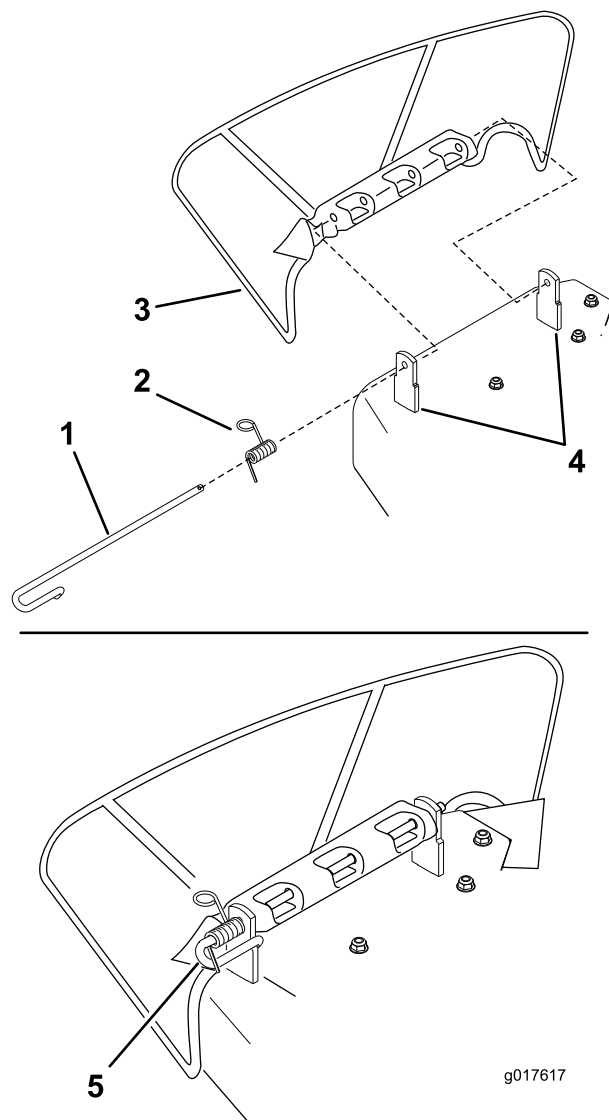

Figure 73
1. Désengagez le ressort du cran dans le support de déflecteur et sortez la tige des supports soudés du tablier, du ressort et du déflecteur d'éjection (Figure 73).